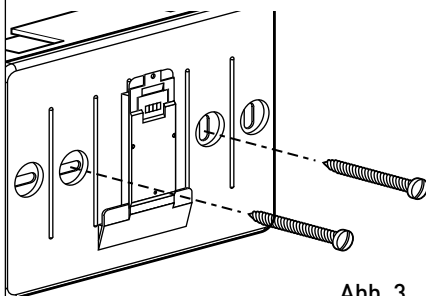

Abb. 3
- Befestigen Sie die Basis des Geräts an das Gehäuse an der Wand mit Hilfe der mitgelieferten Schrauben (Abb. 3),